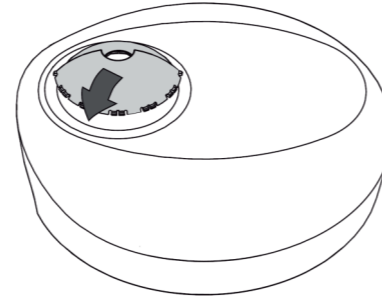

Figure 20
4.4.2 Fixation du cache de lentille : derrière le cadre décoratif, il y a une rainure et le cache de lentille est équipé d'un crochet circulaire. Le cache de lentille se fixe sur le cadre décoratif. Voir figure 20